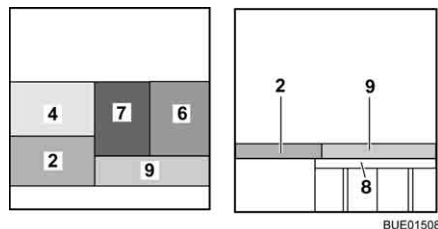

Bild 145 Efter ombyggnaden
- Lägg sittdynan (Bild 145,7) i mitten.
- Lägg ryggdynan (Bild 145,6) mellan sittdynan (Bild 145,7) och väggen.
- Lägg den extra dynan (Bild 145,9) på sängbreddningen.
- Lägg ryggdynan (Bild 145,6) mellan sittdynan och väggen.